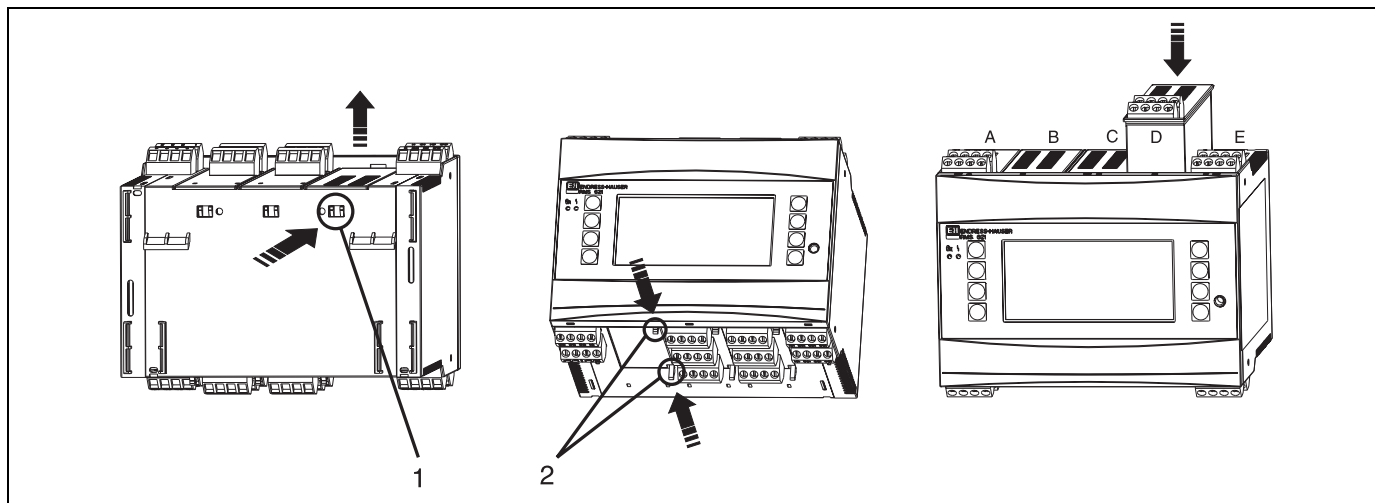

Fig. 5: Installazione di una scheda d'espansione (a titolo d'esempio)
Il dispositivo può essere dotato di diverse schede di espansione. A questo scopo sono disponibili tre slot. Gli slot per le schede d'espansione sono contrassegnati sul dispositivo con B, C e D (→ Fig. 5).
2. Rimuovere la piastra di chiusura dal relativo slot (B, C o D), premendo i ganci di fissaggio sulla parte inferiore del dispositivo base (v. Fig. 5, pos. 2) e spingendo contemporaneamente (ad es. con un cacciavite) il gancio di fissaggio, posto sul retro della custodia (v. Fig. 5, pos. 1); estrarre quindi la piastra di chiusura dall'alto.
3. Inserire la scheda d'espansione dall'alto nel dispositivo base. La scheda d'espansione è alloggiata correttamente solo quando i ganci scattano, fissandosi alla parte inferiore e posteriore del dispositivo (v. Fig. 5, pos. 1 e 2). Assicurarsi che i morsetti d'ingresso della scheda d'espansione siano rivolti verso l'alto e quelli per il collegamento verso la parte anteriore.